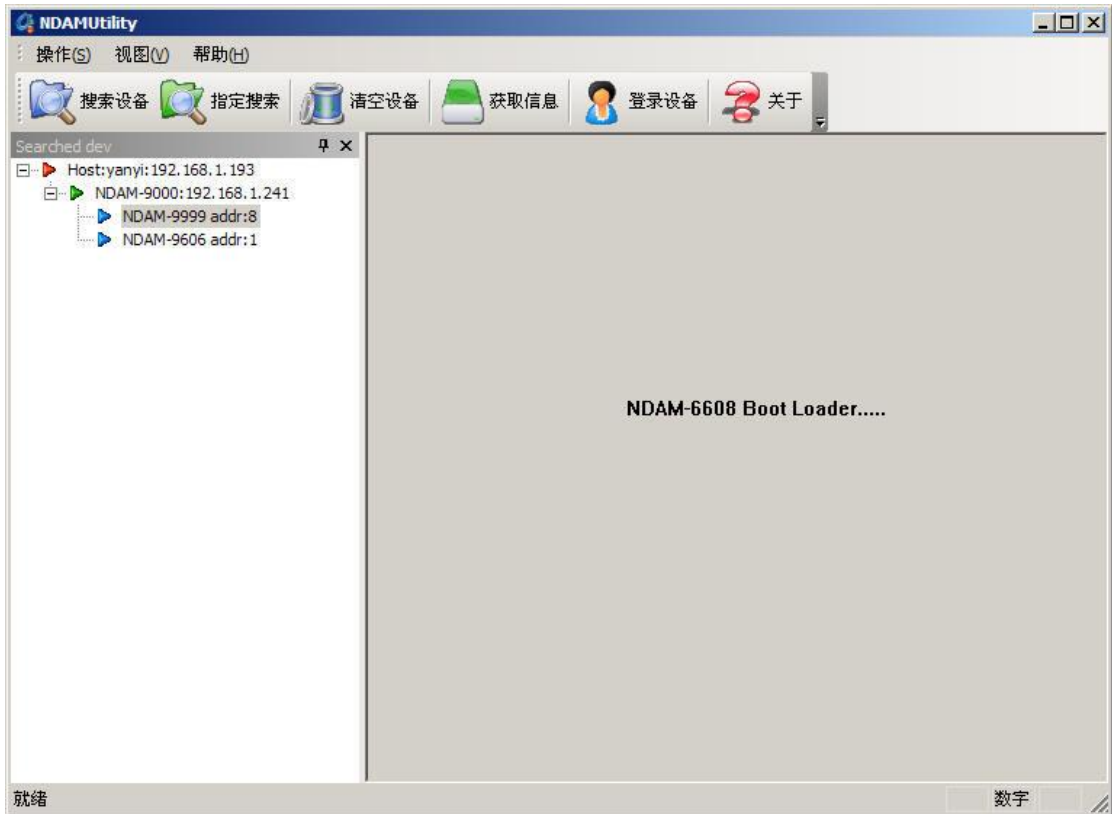

图 4.12 选中设备
- 搜索并登陆设备，选中“NDAM-9999 addr : 8”，如图 4.12 所示；